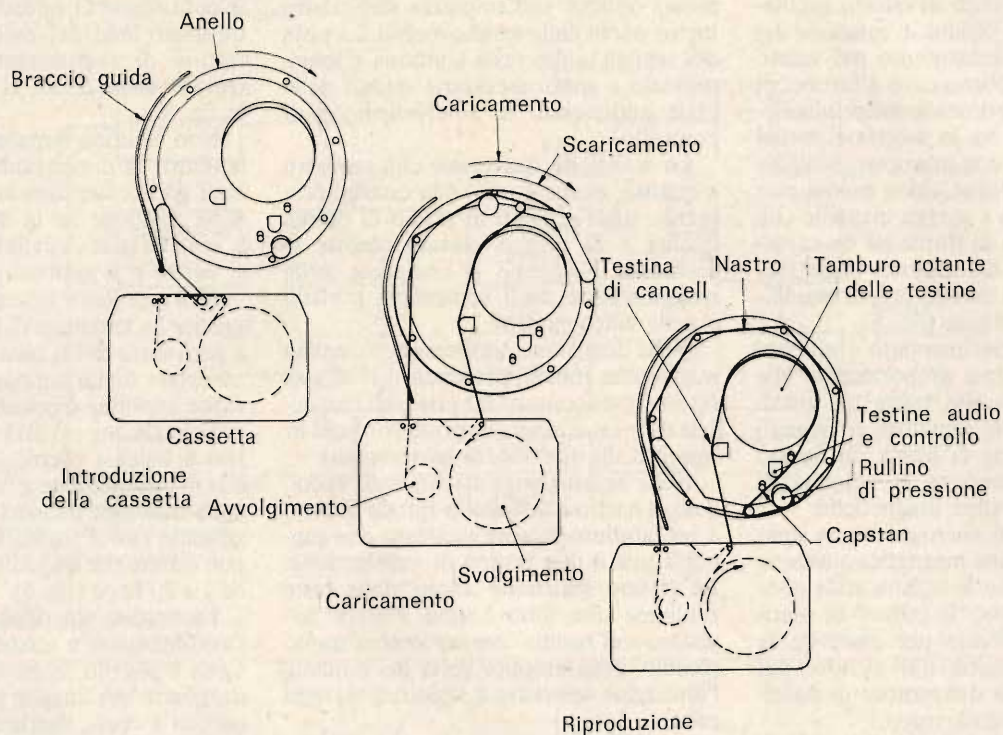

Fig. 9 - Funzionamento automatico di una video-cassetta.
– Infine, terzo sistema. Si utilizza una cartuccia denominata CVR (Cartridge Video Recording) che comprende solo la bobina di svolgimento: l'ingombro è quindi ridotto e il peso non supera i 350 g; in queste cartucce possono essere ugualmente introdotte bobine standard. Si possono quindi sistemare su un normale registratore video a nastro per riproduzione e registrazione, mentre una registrazione effettuata su registratore a nastro può essere montata in una cartuccia e riprodotta con un modello simile di registratore video (fig. 9).